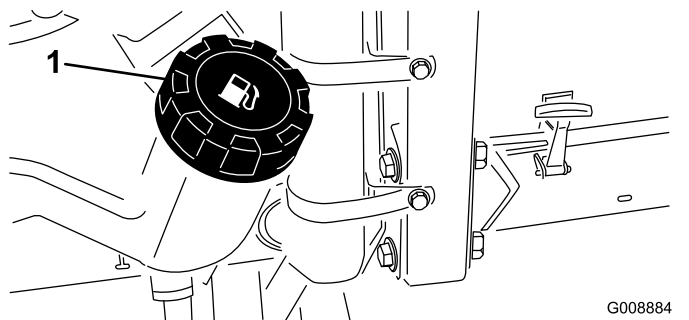

Рисунок 29
2. Очистите поверхность вокруг крышки топливного бака (Рисунок 29).